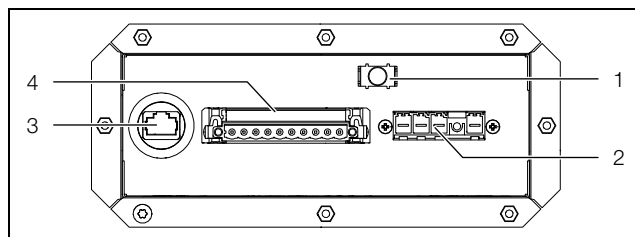

Abb. 37: Anschlussbox
- Der Schirm des Kabels kann innerhalb der Anschlussbox mit der Erdungsklemme zum Gehäuse kontaktiert werden (Abb. 37, Pos. 1).